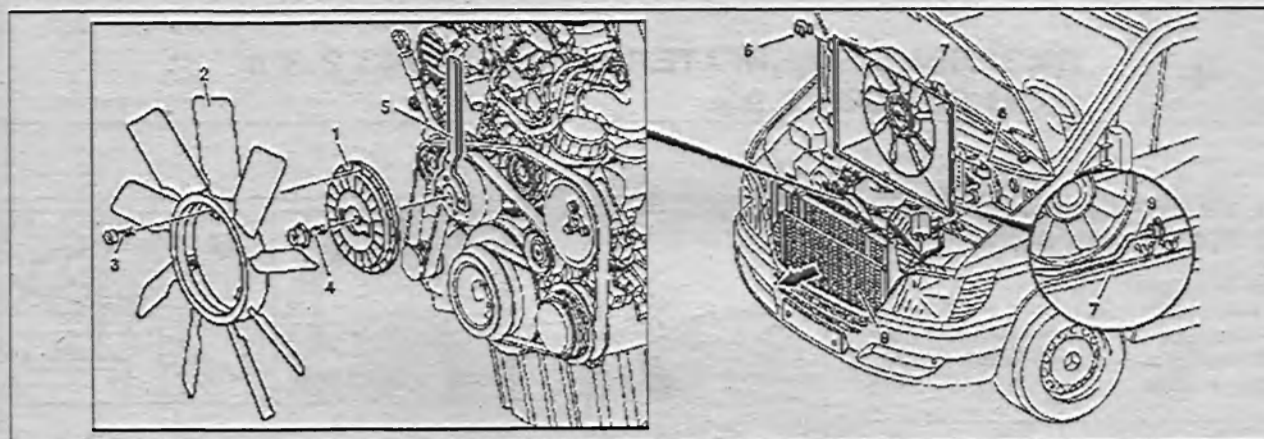

Рис. 3.66. Снятие и установка вязкостной муфты вентилятора:
3. Переместите радиатор 8 в сборе вперед (рис. 3.66).